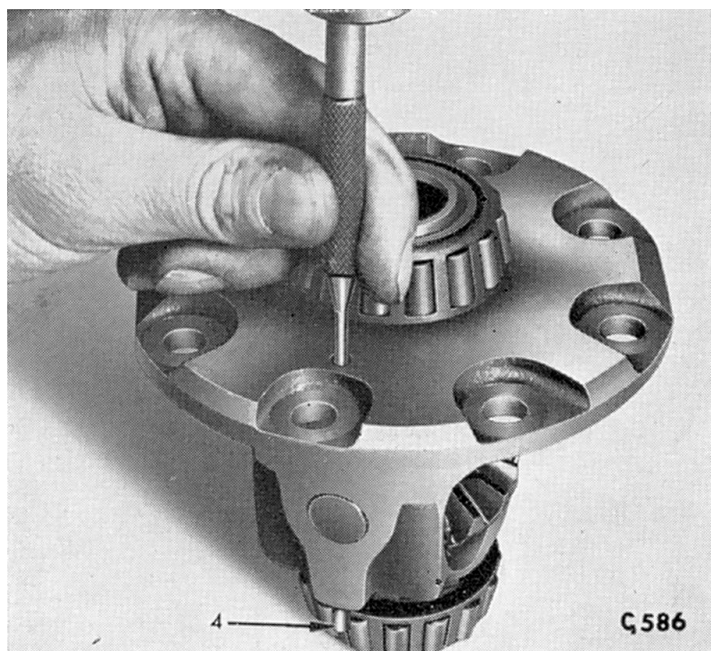

Fig. 35. Démontage de la goupille d'axe transversal
Chasser la goupille de blocage d'axe transversal (4) (Fig. 35) et retirer l'axe transversal (69), les pignons de différentiel (5), (6) et les rondelles de butée (3), (7).